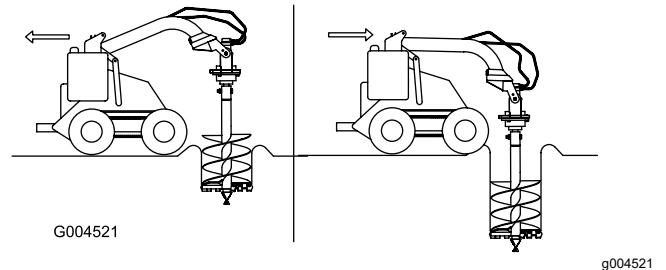

Figura 10
6. Baje el taladro lentamente a medida que se va cortando la tierra. A medida que vaya penetrando en el suelo, mueva la unidad de tracción hacia delante o hacia atrás para mantener el taladro en posición vertical (Figura 10).